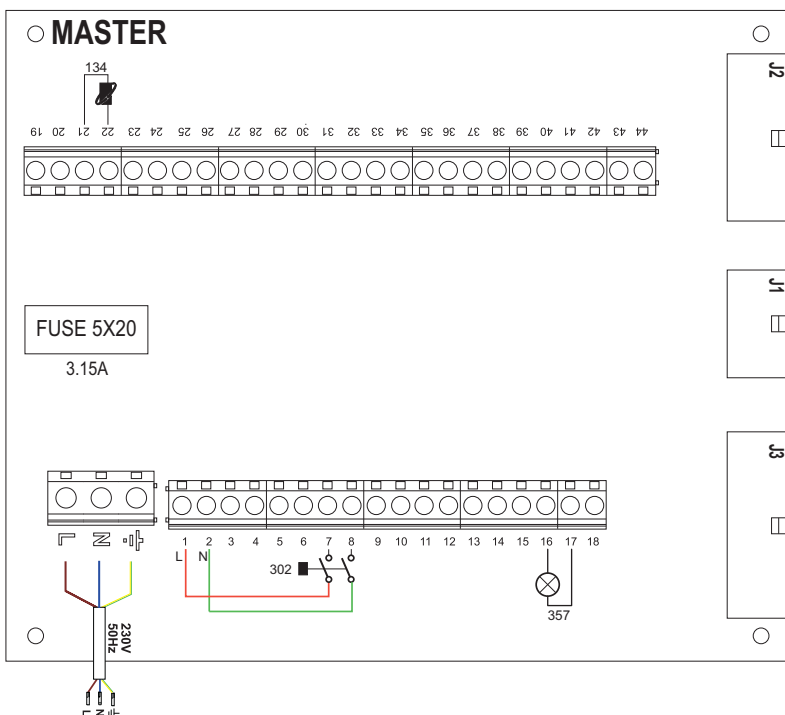
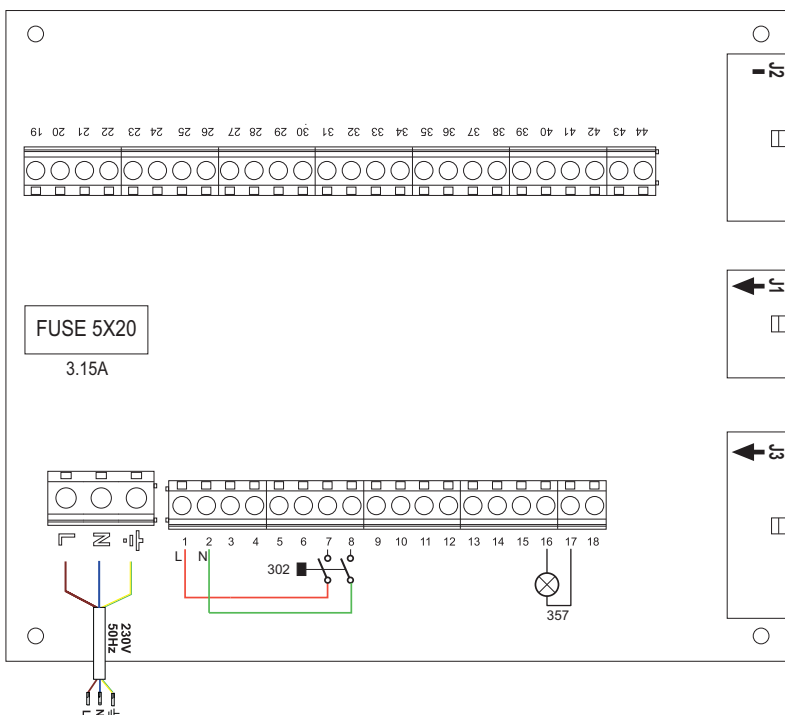

рис. 51- MASTER (ВЕДУЩИЙ)
рис. 52- SLAVE (ВЕДОМЫЕ)
**Спецификация (рис. 51 и рис. 52)**